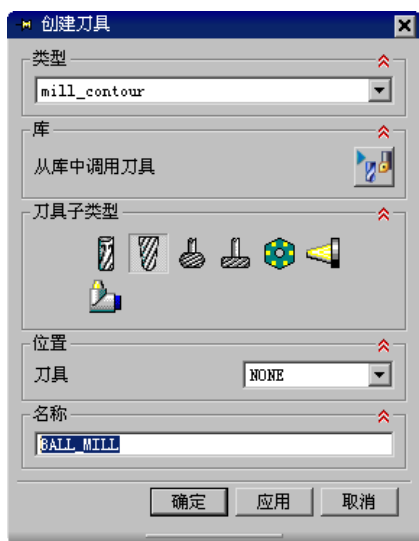

图 4.5.4 “创建刀具”对话框
Step1. 选择下拉菜单“插入(I)”→命令，系统弹出图 4.5.4 所示的“创建刀具”对话框。